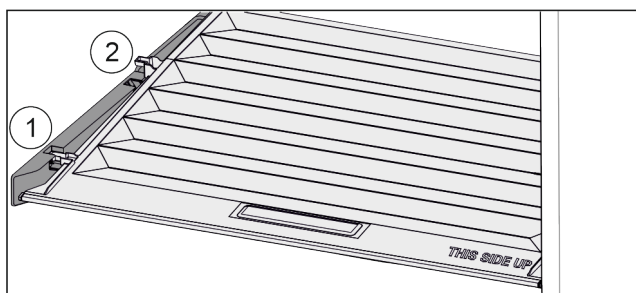

Fig. 73
- ▶ 将盖子向前拉 Fig. 73 (1) 至定位件开口。
- ▶ 从下方抬起后端并向上将其移出 Fig. 73 (2)。